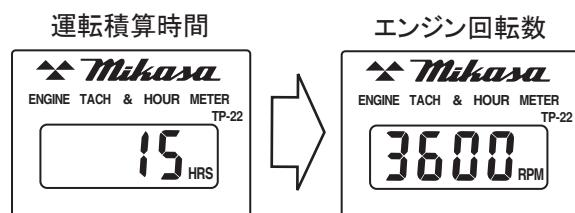

図 23
5. エンジンが動いていない時はアワータコメーターは「運転積算時間」を表示しています。エンジンが始動すると「エンジン回転数」の表示に変わります。(図23)